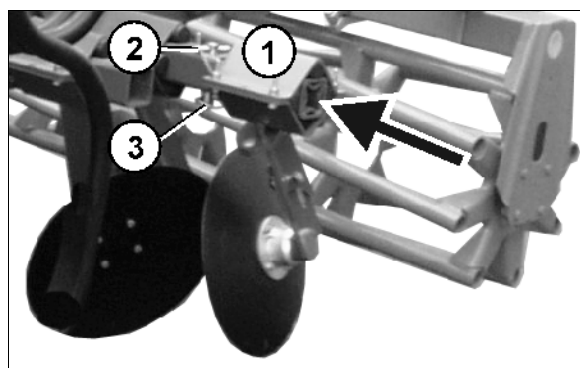

Fig. 35
- Beide kantschijven (Fig. 35/1) volledig inschuiven en met insteekpennen (Fig. 35/2) en overslagpennen (Fig. 35/3) borgen.